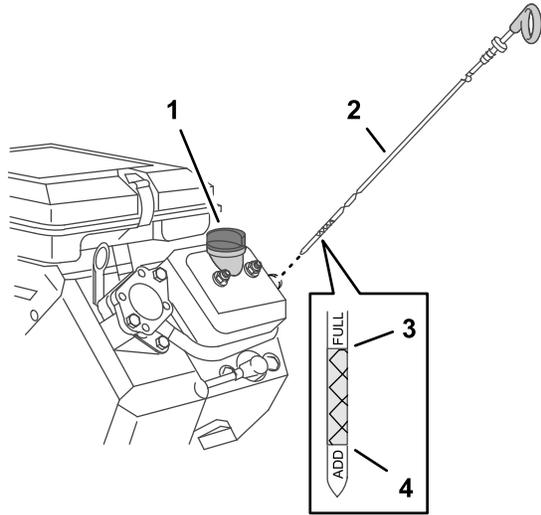

Figura 70
- Introduzca la varilla en el motor (Figura 70).
- Retire el tapón del cuello de llenado y compruebe en la varilla el nivel de aceite (Figura 70).
**Nota:** El nivel del aceite del motor debe cubrir la zona sombreada de la varilla (Figura 70).